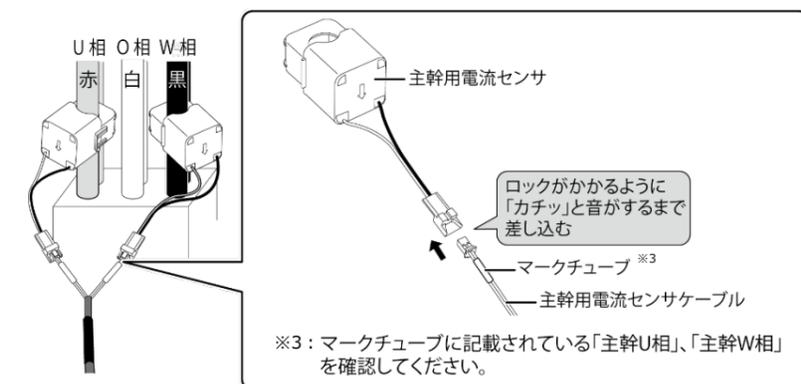

図8. 主幹用電流センサケーブルの接続
- (3) 主幹用電流センサに主幹用電流センサケーブルをつなぐ(図8)